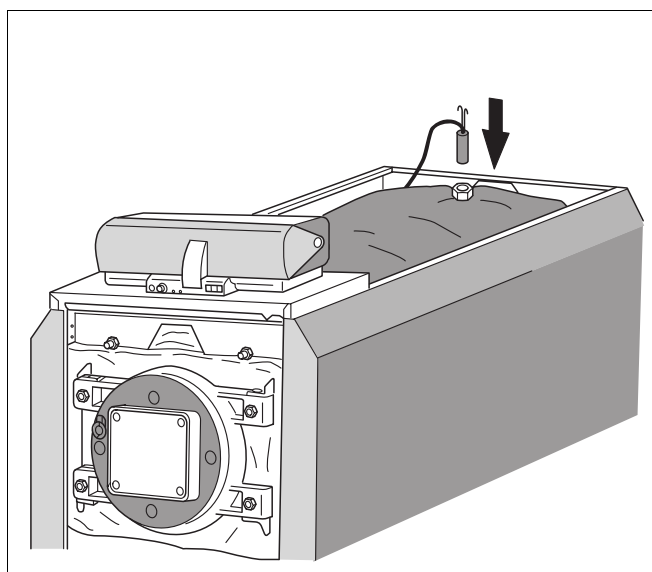

Fig. 16 Indføring af føleren i følerlommen
- Før kapillærrørene med følere til følerlommen, og før føleren ind til anslag i følerlommen (målested M) (fig. 16).